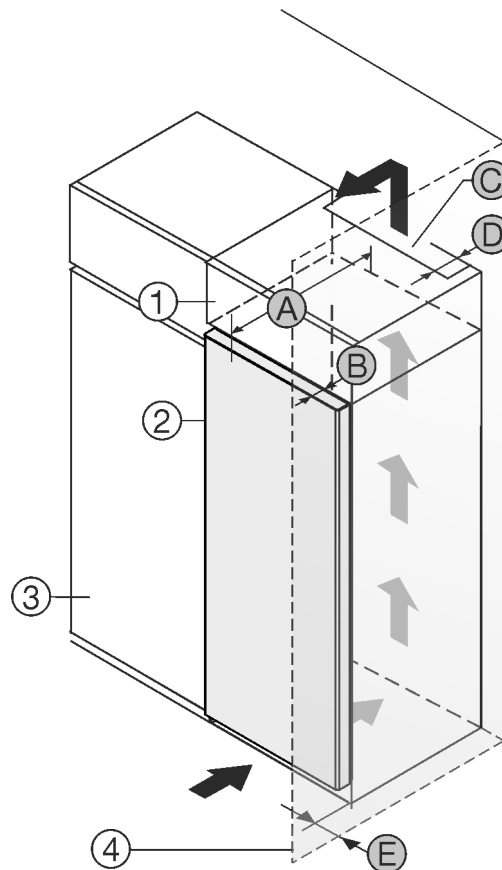

Fig. 1
È possibile posizionare l'apparecchiatura accanto a un mobile da cucina Fig. 1 (3).*
Sul lato posteriore dell'armadietto sovrapponibile deve essere presente un vano di scarico dell'aria con la profondità Fig. 1 (D) che attraversa l'intera larghezza dell'armadietto sovrapponibile.*
Sotto al soffitto deve essere presente la sezione di ventilazione Fig. 1 (C).*
Se si installa l'apparecchiatura con le cerniere accanto a una parete Fig. 1 (4), la distanza tra l'apparecchiatura e la parete deve essere di almeno 13 mm.*
Se si installa l'apparecchiatura con le cerniere accanto a una parete Fig. 1 (4), la distanza tra l'apparecchiatura e la parete deve essere di almeno 20 mm.*
Per poter aprire completamente la porta, installare l'apparecchiatura in modo che sporga dal frontale del mobile da cucina almeno della misura della profondità della porta Fig. 1 (B). L'apparecchiatura può sporgere ulteriormente a seconda della profondità dei mobili da cucina Fig. 1 (3) e dell'utilizzo di distanziatori a parete.*